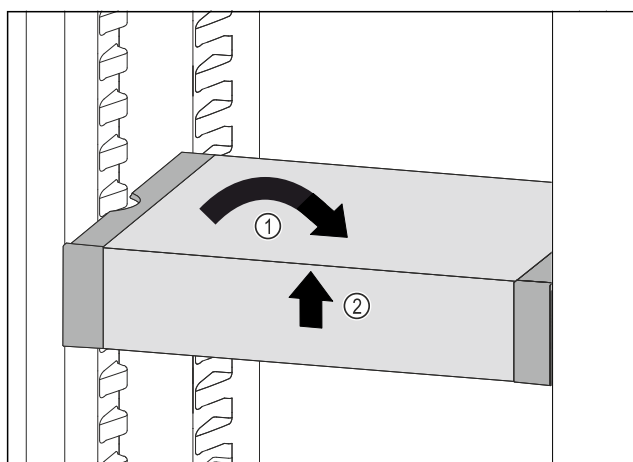

Fig. 191
- Collocare VarioSafe in maniera dritta. Fig. 191 (1)
- Sollevare VarioSafe dal lato anteriore. Fig. 191 (2)